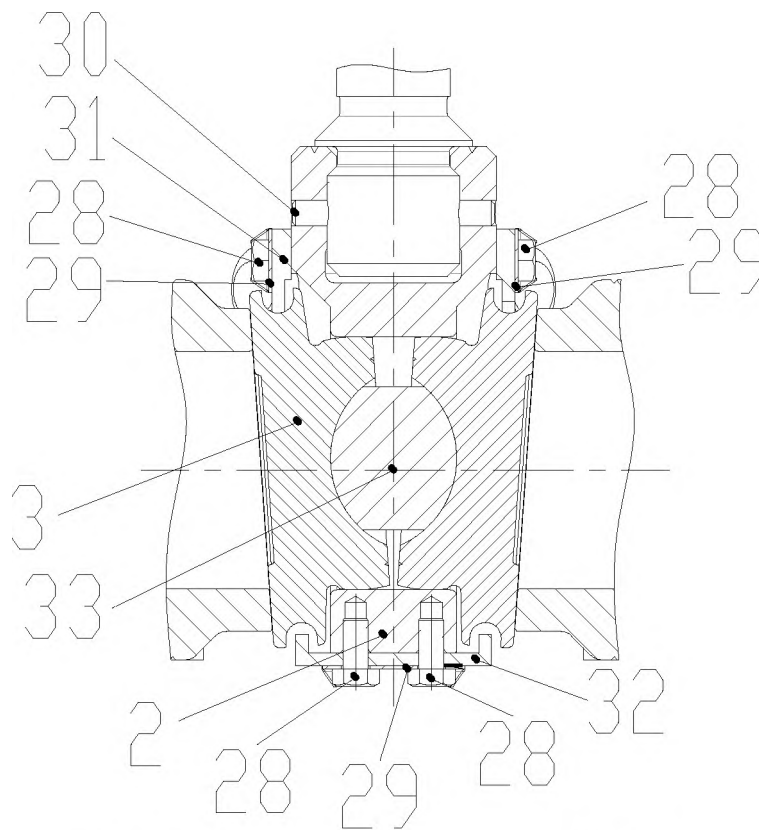

Рис. 3. Запорный орган задвижки DN 100
1.7.1. Запорный орган (Рис. 3) состоит из двух тарелок 3, распираемых вставкой 33, выполненной в форме линзы. Тарелки 3 соединяются с обоймой 2 с помощью нижнего и верхнего фиксаторов. Нижний фиксатор 32 крепится на обойме 2 с помощью двух болтов 28 и пластины 29. Верхний фиксатор 31 крепится с помощью четырех болтов 28 и двух пластин 29. Шпindelъ 4 (Рис. 2) соединяется с обоймой 2 с помощью штифта 30.